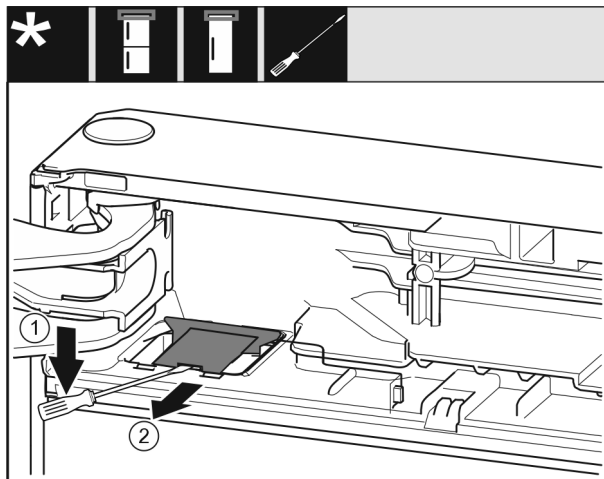

Fig. 9
- ▶ Klik afdækningen ud med en flad skruetrækker, og løft den af Fig. 9 (1)
- ▶ Tag afdækningen af Fig. 9 (2)